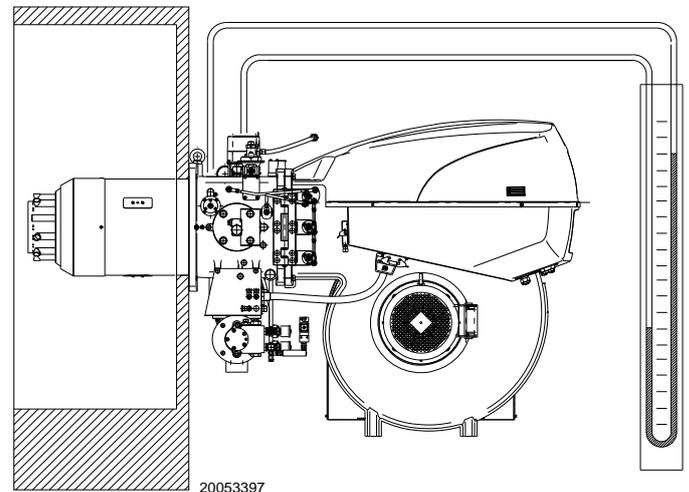

Fig. 34
- Montar un manómetro en U o un manómetro de tipo diferencial (Fig. 34), con toma (+) en la presión del gas del manguito y (-) en la cámara de combustión.
La llegada de gas al manguito puede observarse en el manómetro en U (Fig. 34).